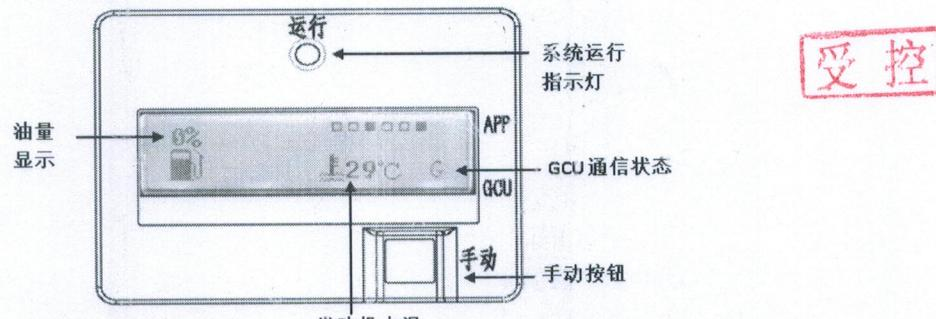
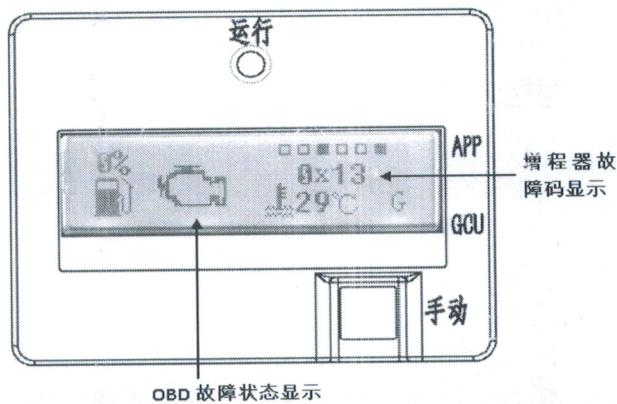

图 9 PDA 面板说明
图 10 PDA 故障显示
5.2.1 PDA 显示功能：如下图 9 所示，PDA 面板上带有运行指示灯（绿灯点亮表示增程器系统运行）。液晶显示区域显示发动机的工作温度、剩余油量、增程器故障码、发动机 OBD 故障状态、GCU 通信状态。
- ◆ 显示故障码：当发动机发生 OBD 故障时，液晶界面会出现 OBD 故障指示，有闪烁、静止显示 2 种状态，无故障时不显示；如图 9。当增程器系统出现故障时，液晶界面会直接显示故障代码信息，如图 10。当 PDA 与 GCU 通信正常时，通信状态固定显示“G”，否则“G”闪烁显示。